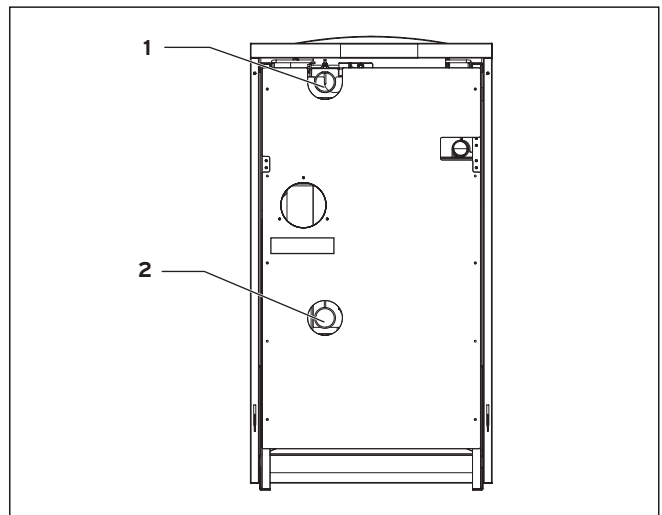

Рис. 5.4 Подключение системы отопления (обратная сторона конденсационного газового котла)
- Подключите подающую линию системы отопления к патрубку подающей линии отопления (1, рис. 5.4).
- Подсоедините обратную линию системы отопления к патрубку обратной линии системы отопления (2, рис. 5.4).